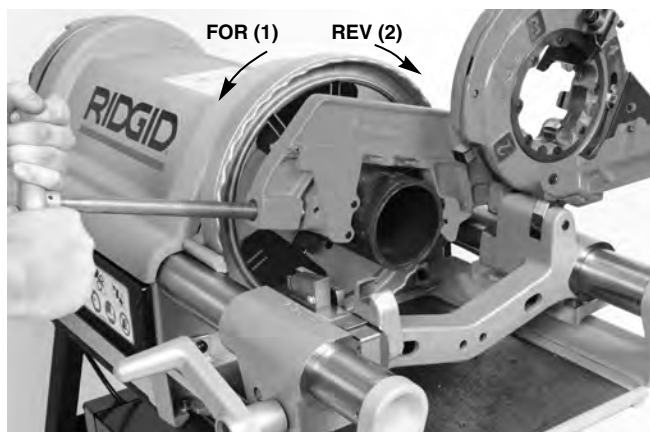

Figure 21 – Utilisation du coupe-tubes n° 764 et sens de rotation de la machine
4. Tenez la poignée de la vis d'avancement du coupe-tubes des deux mains (Figure 21).